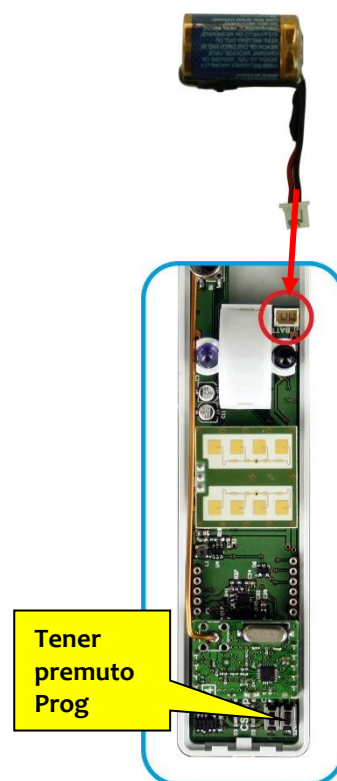

fig. 14
3. Premere e tenere premuto il tasto di programmazione (fig.14)